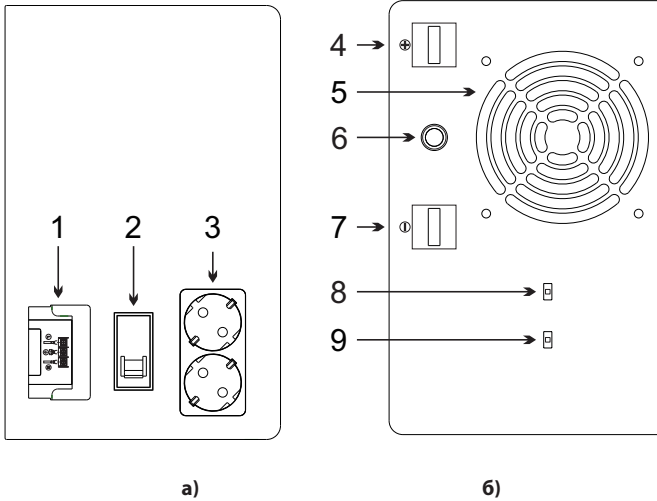

Рис.3 – Панели боковые
- 5.4. Элементы, расположенные на боковых панелях устройства, приведены на рис.3.
! Несоблюдение полярности при подсоединении АКБ приводит к выходу из строя плавких предохранителей. Замену предохранителей выполнять в блоке предохранителей (см. рис.3).
6.7. Подсоединить ИБП к электросети, подключив кабели электросети к терминалу для присоединения кабелей электропитания (1) (см. рис.3). После присоединения ИБП к электросети произойдёт следующее:
7.2. Поочерёдно подключить к розетке ИБП (см. рис.3) потребителей, начиная от самого мощного и заканчивая самым маломощным. Убедиться в надёжности соединения. При подключении потребителей следить за индикатором степени нагрузки на ИБП (см. рис.1, рис.2).